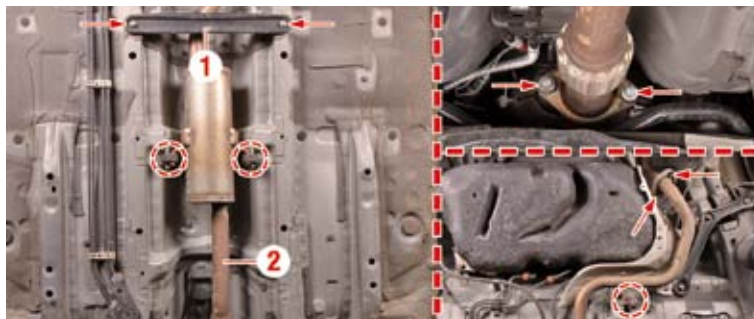

Fig. 32
- Déposer le renfort de plancher **(1)** (Fig. 32).